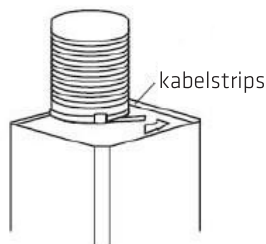

Bilde 3
4. Fest ekspansjonsrøret i henhold til lederetningen, og sett deretter avtrekkshetten på kroken. Se bilde 3.